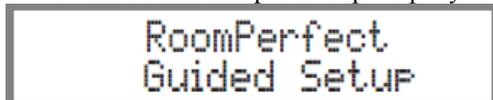

Рисунок 51
4. Нажмите кнопку SELECT, и отобразится индикация "RoomPerfect Guided Setup". Смотрите рисунок 51.